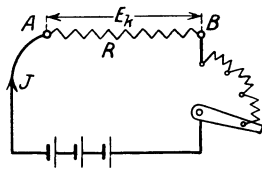

Abb. 5.
51. Um den Widerstand eines Leiters AB (Abb. 5) zu bestimmen, wird die Spannung E_k zwischen den Punkten A und B und die durchfließende Stromstärke J gemessen. Wie groß ist hier nach der Widerstand zwischen A und B ?